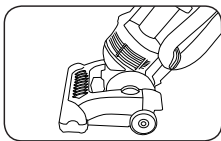

Fig. 3
3. Posición media: para limpieza normal (Fig. 3).